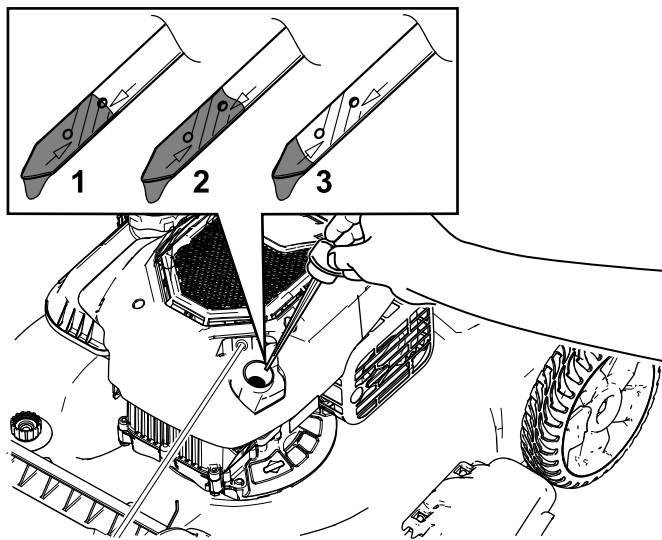

Figura 21
- Retire la varilla girando el tapón en el sentido contrario a las agujas del reloj y tirando del mismo (Figura 21).
10. Observe el nivel de aceite en la varilla (Figura 21).